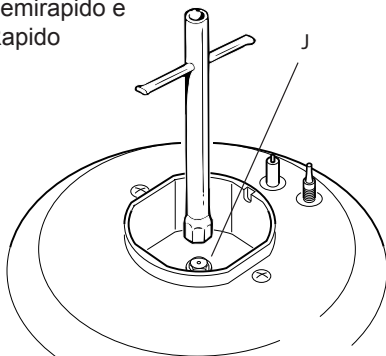

Fig. 8.4
- Con una chiave fissa sostituire gli ugelli “J” (fig. 8.4 - 8.5) con quelli idonei per il gas da utilizzare.